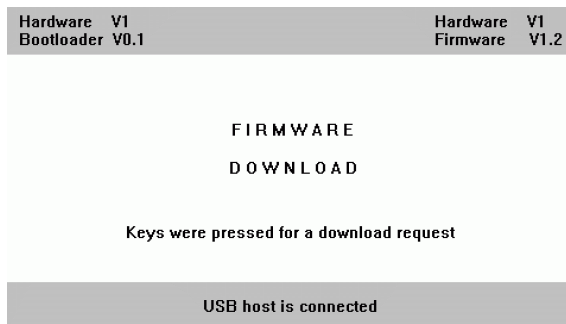

图 II.47 最新软件（固件更新）
- ▶ **ND 数显装置开机时，同时按下并按住 ND 数显装置的 C 键和 ENTER 键。**ND 数显装置显示当前安装的硬件和固件版本号，这时可以下载软件（固件更新），参见图 II.47。